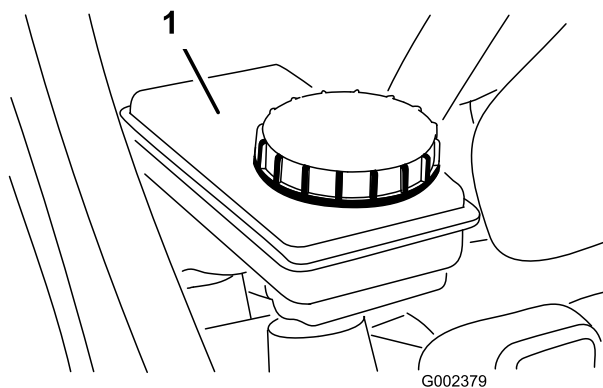

Figure 23
2. Le niveau de liquide doit atteindre le repère maximum sur le réservoir (Figure 23).